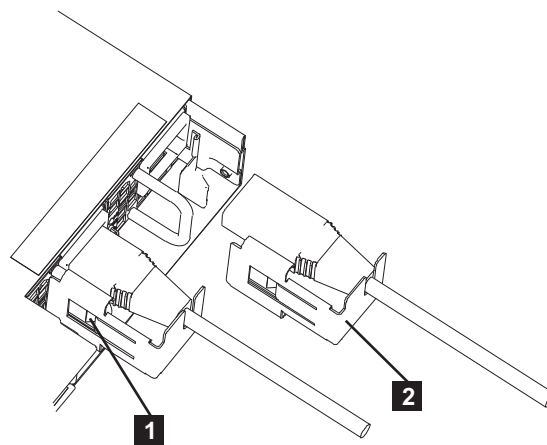

図 33. SAN ボリューム・コントローラー 2145-CG8 のケーブル保持ブラケット
ケーブル保持ブラケットは、図 33 に示すように、工具を使用せずに取り付けることができます。
2. 図 33 の **2** に示すように、電源コードの左側にケーブル保持ブラケットがくるように、ブラケットとコードの位置を調整します。
5. 図 33 に示すように、ケーブルとブラケットを押して所定の位置に収めます。